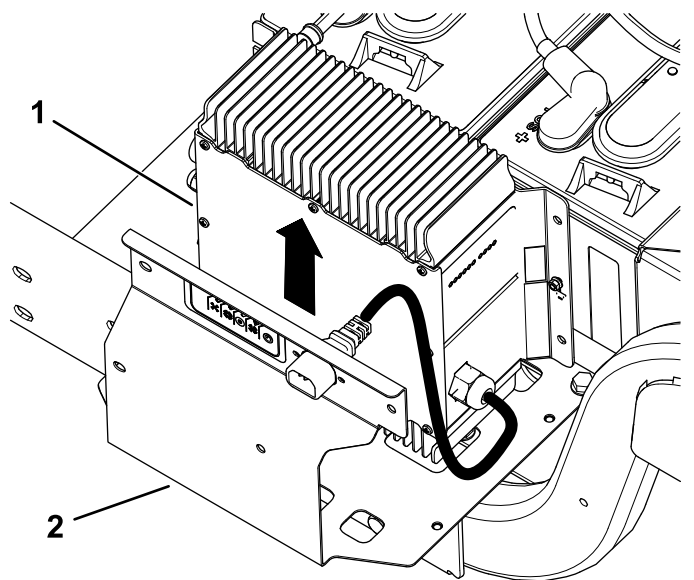

Figura 5
2. Retire o carregador e o cabo do carregador do suporte do carregador (Figura 5).